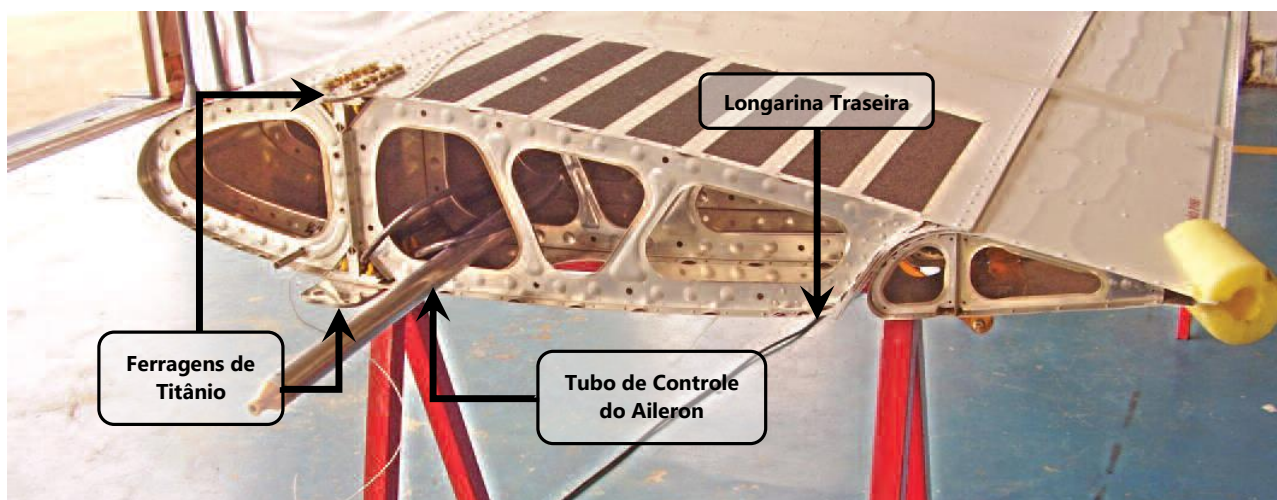
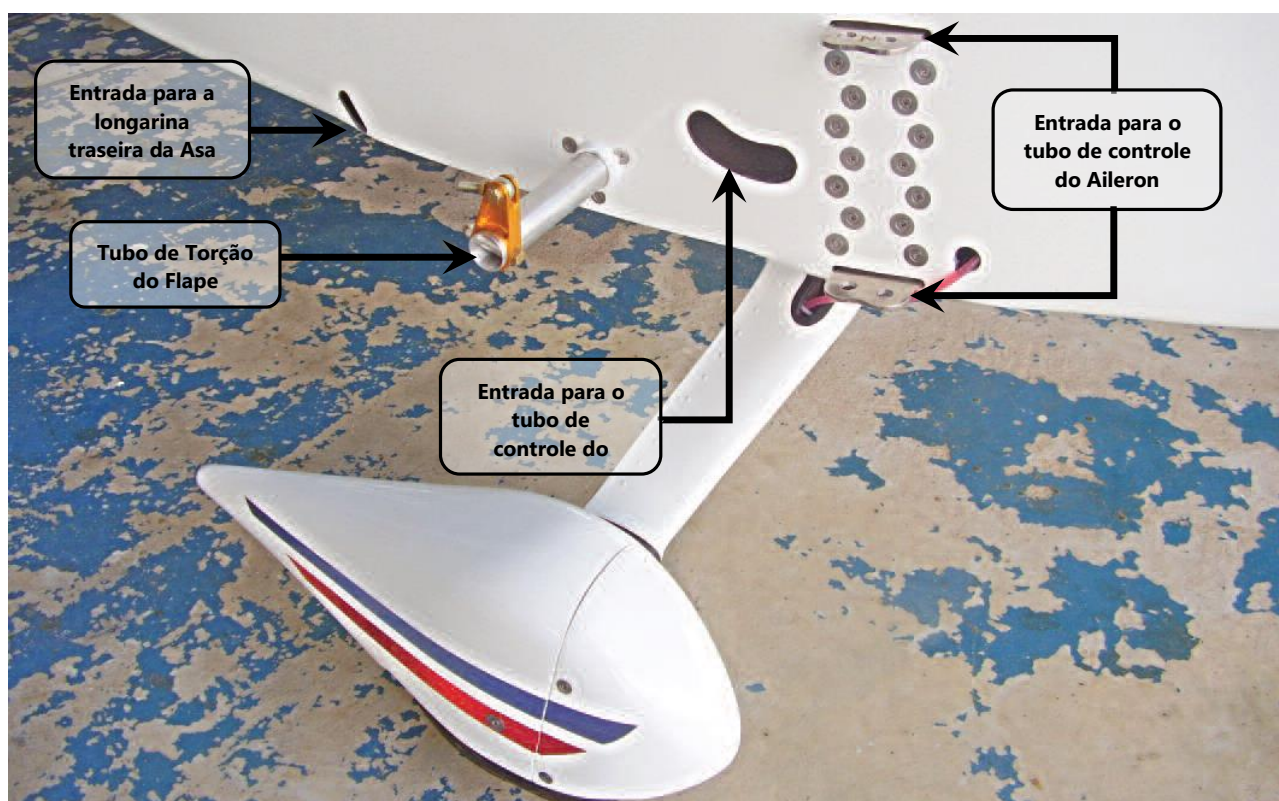
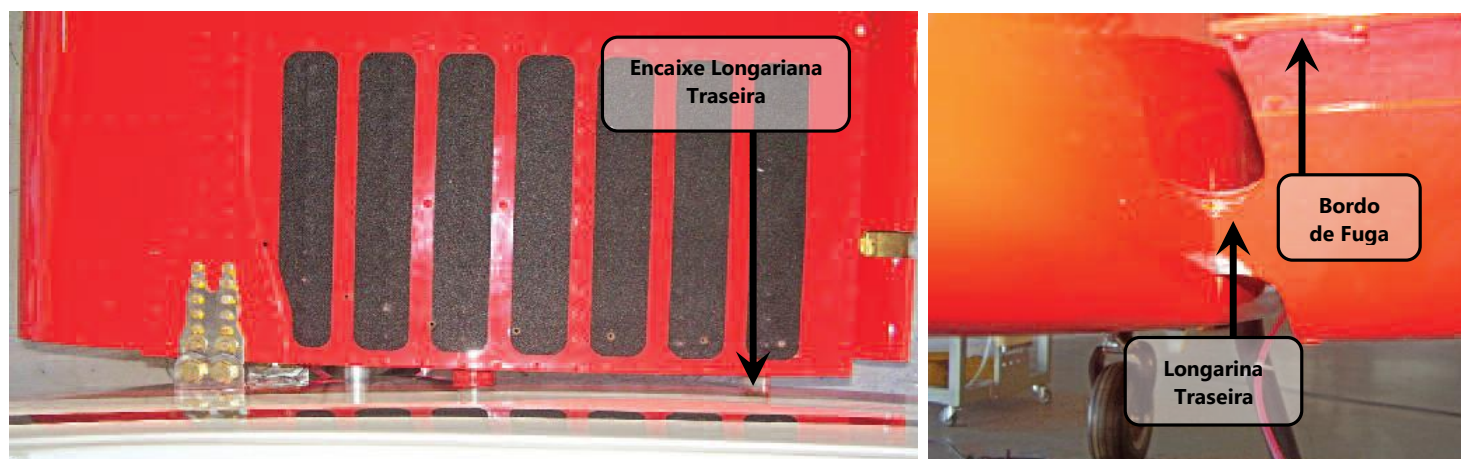

Figura 57.10.1 – Ferragens de fixação (raiz da asa).
Figura 57.10.2 – Ferragens de fixação na secção central.
Figura 57.10.7 – Encaixe da longarina traseira da asa.
2. Certificar que as 4 (quatro) ferragens de Titânio da Asa (2 superiores AA-57-20-401-07 e 2 inferiores AA-57-20-401-06) estão devidamente fixadas a asa e a secção central, ver figura 57.10.1 e figura 57.10.2.
7. Encaixar a ferragem da longarina traseira (figura 57.10.1) na entrada mostrada na figura 57.10.2, ver também a figura 57.10.7.